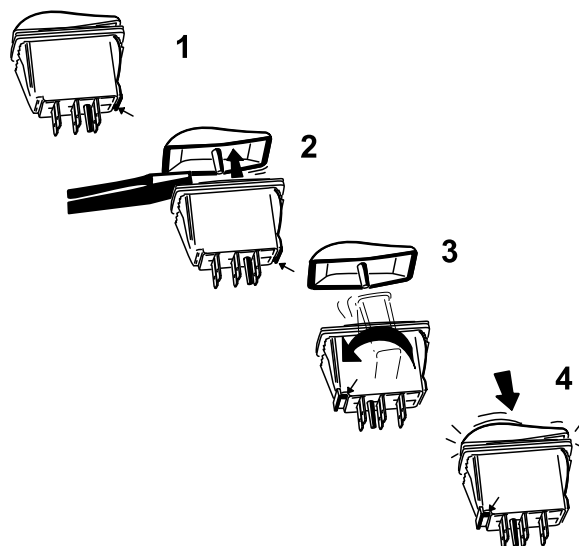

Figura 22
- Usando un destornillador de punta plana u otra herramienta similar, haga palanca suavemente para separar las tapas de los interruptores basculantes de los cuerpos de los interruptores (Figura 22).
- Mantenga la posición de la tapa del interruptor y gire el cuerpo del interruptor 180 grados de modo que la muesca quede en la esquina delantera izquierda (Figura 22).
- Presione las tapas de los interruptores para encajarlas en los cuerpos en su nueva orientación (Figura 22).